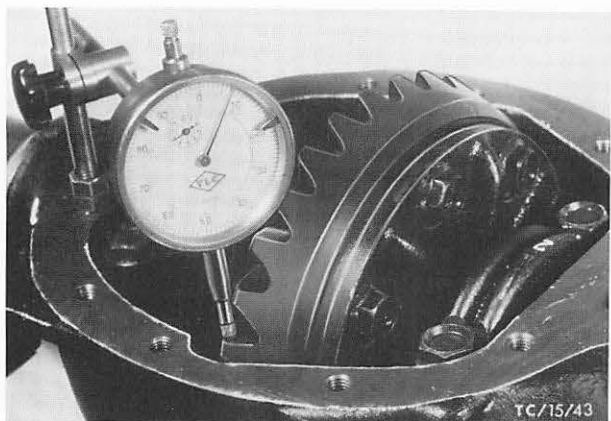

Abb. 95 Taststift der Meßuhr rechtwinklig auf einen Zahn des Tellerrades setzen und Zahnflankenspiel messen
47. Taststift der Meßuhr rechtwinklig auf einen Zahn des Tellerrades setzen und Zahnflankenspiel messen. Abb. 95.